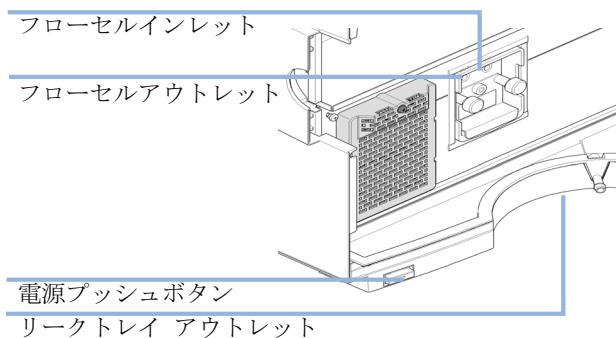

図 5 VWD モジュールの接続
- 9 廃液チューブとフローセルアウトレットに付属するフィッティング (アクセサリキットの一部) を接続し、もう一方の端を適切な溶媒廃液コンテナに接続します (『42 ページ 図 5』を参照)。
- 10 波形廃液チューブ（アクセサリキットの一部）を VWD リークトレイ出口のアダプタに取り付け、適切な廃液コンテナに導きます（『42 ページ 図 5』を参照）。
- 13 モジュールの前部にある電源プッシュボタンが離れていることを確認します（『42 ページ 図 5』を参照）。ここで、電源コードを Agilent 1220 Infinity LC と電源供給ラインに接続します。